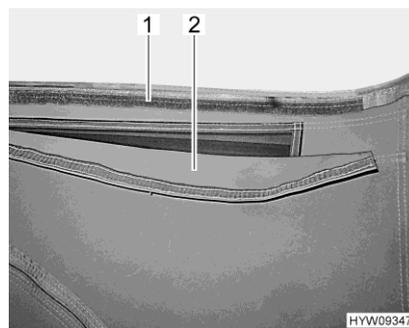

Fig. 61 Aerazione (aperta)
- Portare verso l'alto la membrana in tessuto (Fig. 61,2) e spingerla sulla parte in velcro (Fig. 61,1).